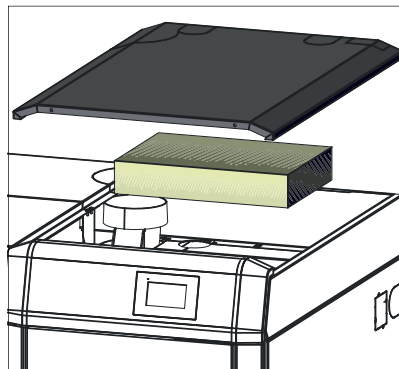

Fig. 147 Isolierung und Verkleidungsdeckel auflegen
- Isolierung über Deckel-Nachheizflächen und Verkleidungsdeckel auflegen – Fig. 147.